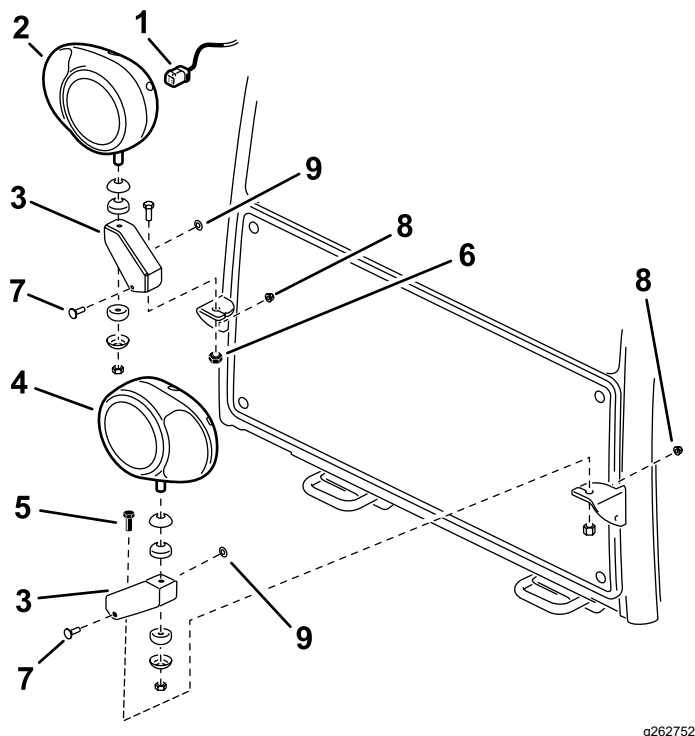

Figura 9
1. Assicurate le staffe dei fari alle staffe presenti nella parte anteriore della cabina con delle viti ($\frac{1}{2}$ " x 1") e dei dadi di bloccaggio ($\frac{1}{2}$ "). Collocate le staffe come illustrato nella Figura 9.
2. Installate l'anello passacavi in gomma nel foro su ogni staffa del faro (Figura 9).
4. Assicurate i gruppi faro destro e sinistro alle relative staffe (Figura 9) con gli elementi di fissaggio forniti con le luci. Accertatevi che il vetro dell'indicatore di direzione del faro sia orientato verso l'esterno della macchina.
6. Disponete il cablaggio preassemblato dei fari sotto il bordo anteriore della piattaforma dell'operatore e collegatelo ai fari (Figura 9).